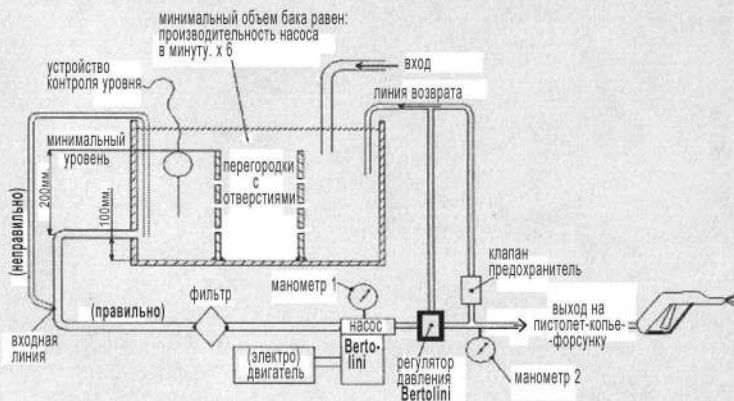

Рис. 3
- В случае, когда питание осуществляется из емкости, под напором или всасыванием, следовать данным рекомендациям и указаниям приведенным на рис. 3.